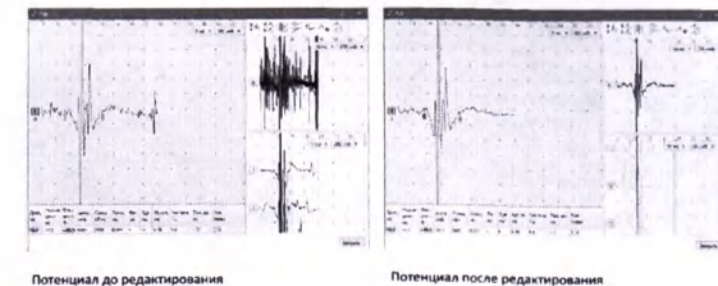

Рис. 193. Редактирование потенциала
3. Для редактирования потенциала уберите «лишние» элементы, которые мешают определить начало и окончание потенциала или искажают его форму. Для этого в окне суперпозиции потенциалов двойным нажатием левой кнопки мыши исключите из анализа отдельные потенциалы. Это изменяет усредненный потенциал и позволяет более точно определить его начало и окончание (рис. 193).